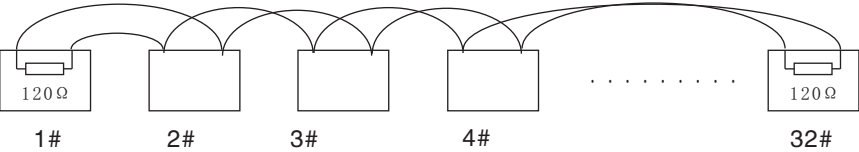

图11
A) RS485工业总线标准要求各设备之间采用菊花链式连接方式，两头必须接有120Ω终端电阻。（如图11）简化连接可采用图12，但“D”段距离不得超过7米